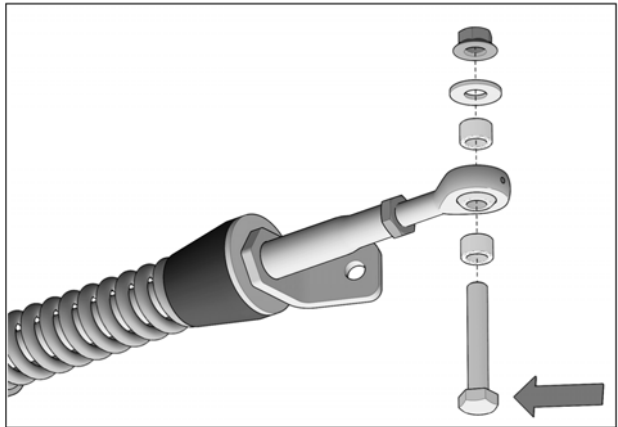

Fig. 23
7. Retirer les boulons, rondelles, espaceurs et écrous installés aux rotules des bras stabilisateurs des systèmes avant. Voir la Fig. 23